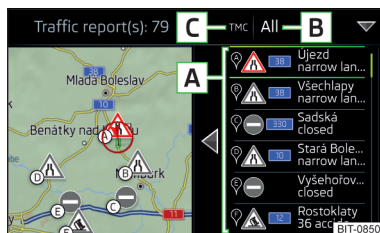

Fig. 252
În lista mesajelor despre trafic, precum și pe hartă se afișează maxim 6 mesaje, care sunt prevăzute cu o literă și cu simbolul unui blocaj în trafic (de exemplu [A], [B], [C]) » fig. 252.
În poziția [C] » fig. 252 pot fi inserate următoarele simboluri.
- **Are loc o ghidare în traseu** - după atingerea suprafeței de comandă funcții **B** » fig. 252, în meniul afișat se pot alege, prin atingerea suprafeței de comandă funcții **Toate**, toate mesajele din trafic, **sau** prin atingerea suprafeței de comandă funcții **Traseu**, numai mesajele din trafic disponibile pentru respectiva rută.